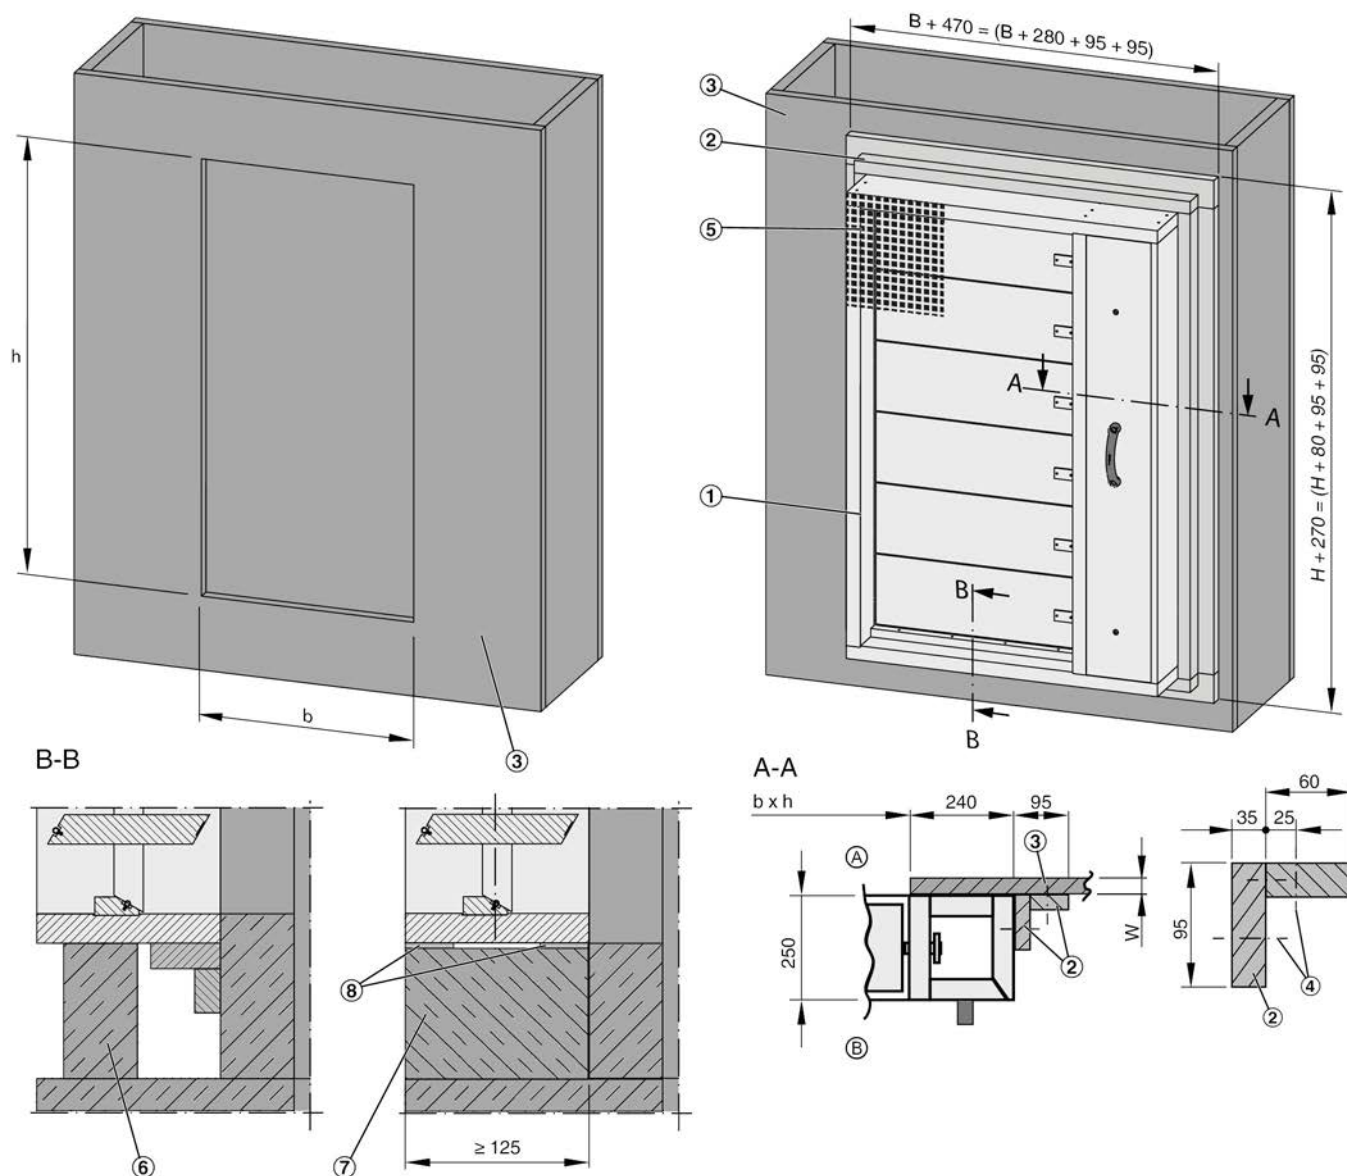

Fig. 29: Installazione su un condotto di evacuazione dei fumi verticale (intercapedine)
1. ▶ Realizzare un'apertura per l'installazione, come illustrato in Fig. 29 :
2. ▶ Utilizzare due strisce di pannello resistente al fuoco per realizzare una sezione angolare (Fig. 29 /2), fissarla quindi sul lato inferiore della serranda tagliafumo.
Applicare la colla (ad es. K84, Promat o un prodotto equivalente) alle giunzioni (Fig. 29 /2) tra le sezioni angolari e tra le sezioni angolari e la cassa della serranda, fissare quindi le sezioni angolari con viti autofilettanti $4 \times 70 \text{ mm}$ alla cassa della serranda (fori pretrapanati, $\varnothing 3 \text{ mm}$), distanza tra le viti $\leq 150 \text{ mm}$.
5. ▶ Collegare i condotti di estrazione dei fumi (lato installazione e lato operativo) alla serranda tagliafumo (Fig. 29 ./5), ☞ 6 «Condotta di evacuazione dei fumi e griglia di copertura» a pag. 66 .